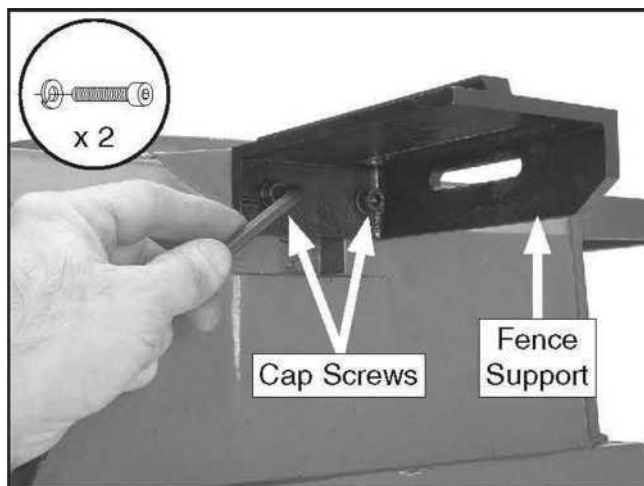

Рисунок 11. Крепление опоры параллельного упора к станине.
1. Используйте винты М8-1.25 x 20 (2) и стопорные шайбы 8 мм (2) для крепления опоры параллельного упора к станине станка (см. Рисунок 11).